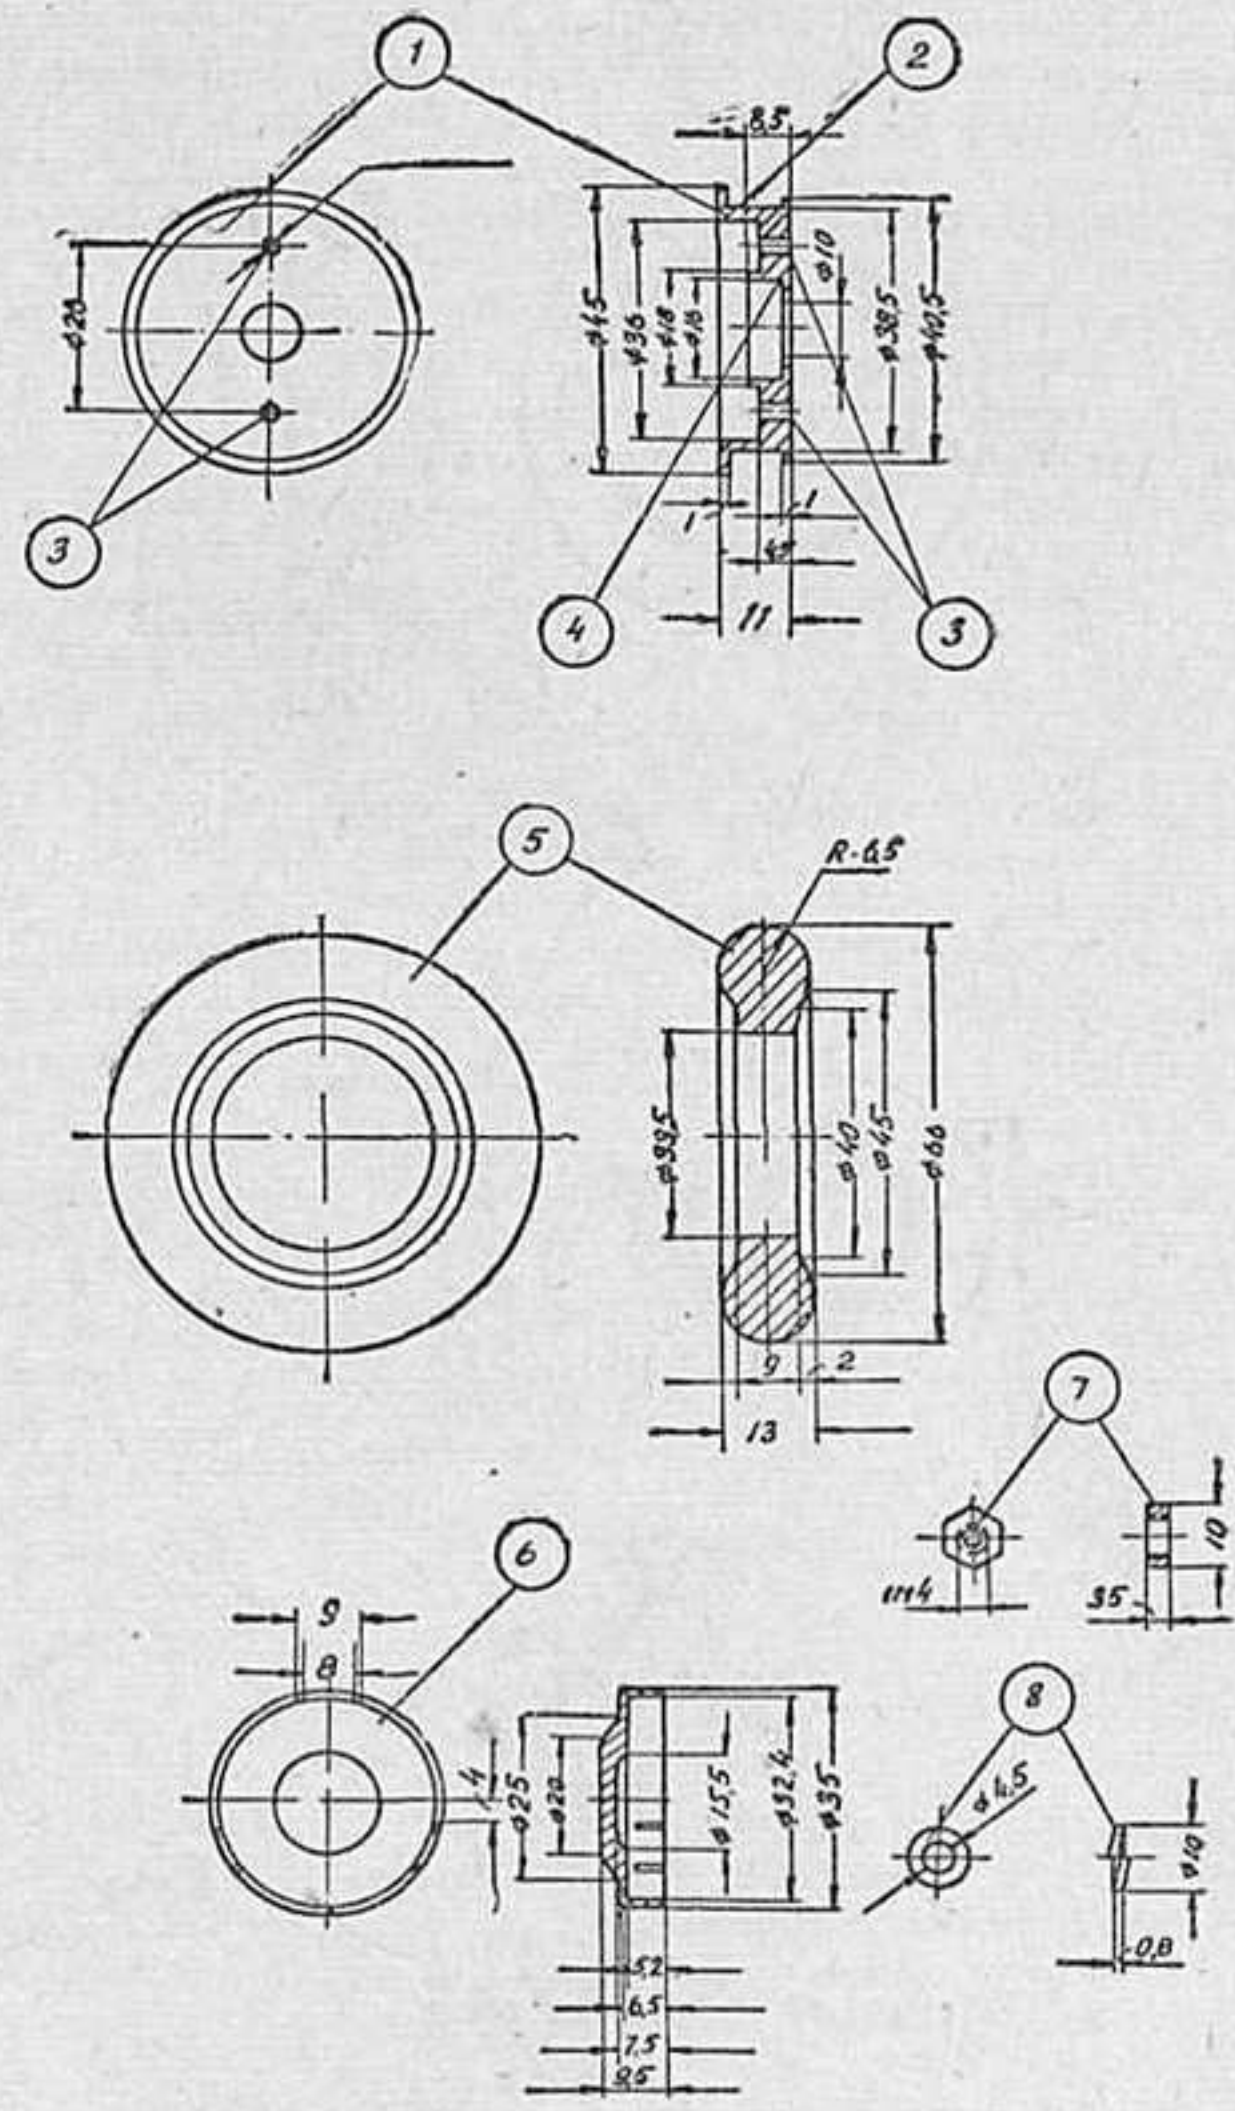

Рис. 18.
На рис. 18 показаны детали переднего колеса. Диск колеса (1) вытачивается из дюралюминия. По наружной его поверхности делается проточка (2) для насадки на нее резинового бандажа (5). В центральной части просверлено отверстие (4) для плотной посадки 4-мм подшипника. Два сверления (3) служат для выталкивания шпилькой колпака (6).